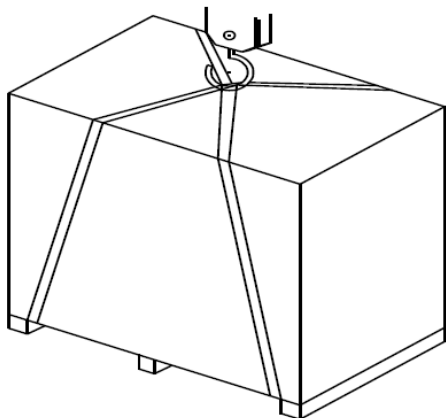

Рис.4.1.1
- (1) Вес упаковки брутто составляет 970 кг.
- (2) Грузоподъемность крана должна превышать вес поднимаемого груза.
- (3) Подготовьте подходящие стропы.
- (4) Перепроверьте стропы перед началом работ по подъему.
- (5) Разместите стропы, как показано на Рис.4.1.1.
- (6) При подъеме грузчики должны держаться отдельно от станка, недопускать появления людей под поднимаемым грузом или в опасной близости от него.
- (7) Грузчики должны иметь соответствующую квалификацию и допуск к проведению работ.